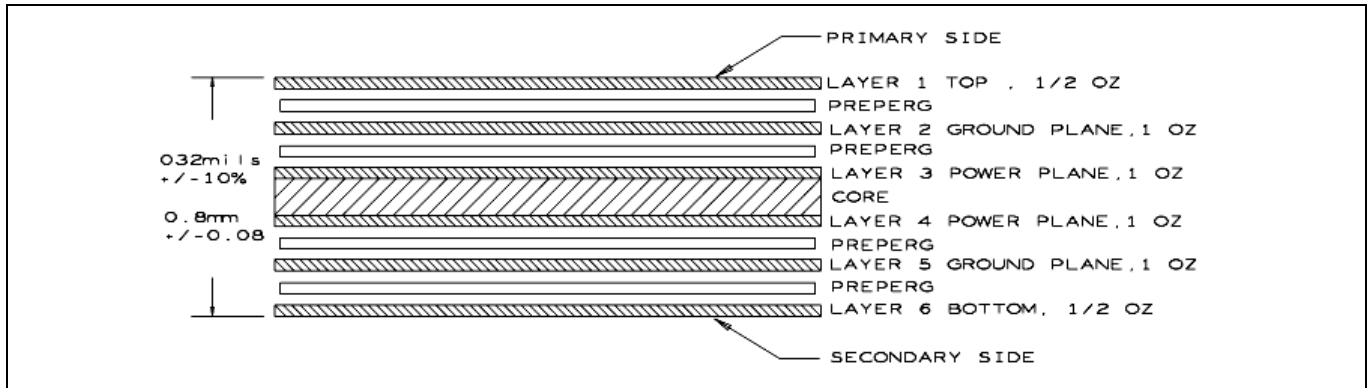

Figure 12 基板の層構成
標準的な 32mil (0.8mm) 厚のプリント基板に推奨する層構成を **Figure 12** に示します。この層構成で平衡線路を配線する場合、配線幅 (W) を「x」 mil、間隔 (S) を「y」 mil、差動インピーダンスを 90Ω として計算します。